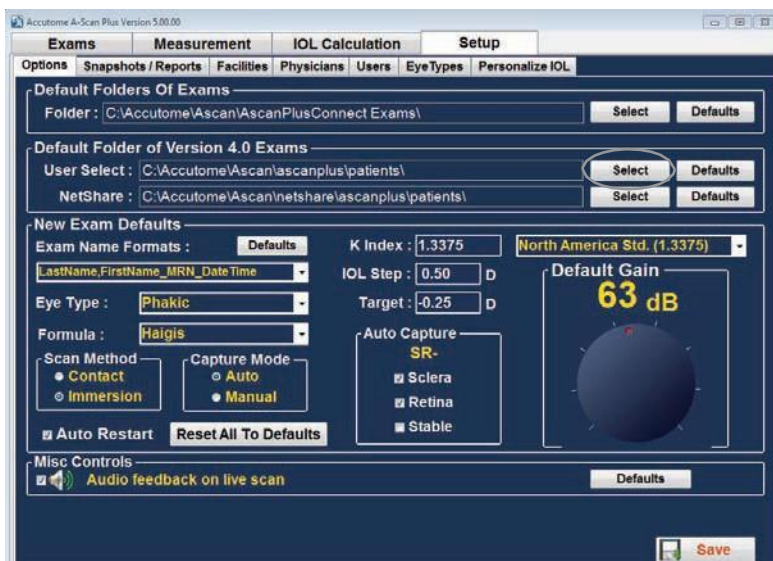

Figura 5-9: “User Select”, la carpeta predeterminada de la versión 4.0
1. Haga clic en “Select” como se muestra en la figura 5-9.